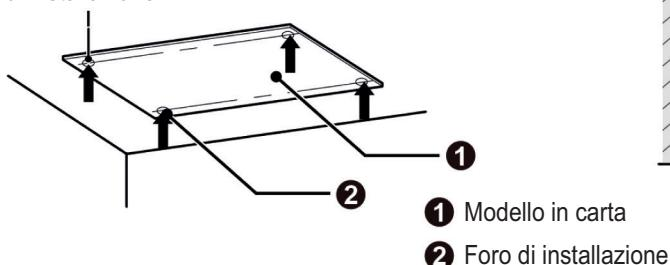
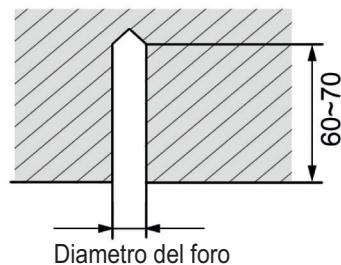

Fig. 4.1.2
Fig. 4.1.3
- 1) Posizionare il modello in carta sull'area di installazione; eseguire 4 fori in base al foro di installazione, come mostrato in Fig. 4.1.2. Il diametro del foro deve essere conforme al diametro del tassello di espansione, con una profondità di 60-70mm, come mostrato in Fig. 4.1.3.